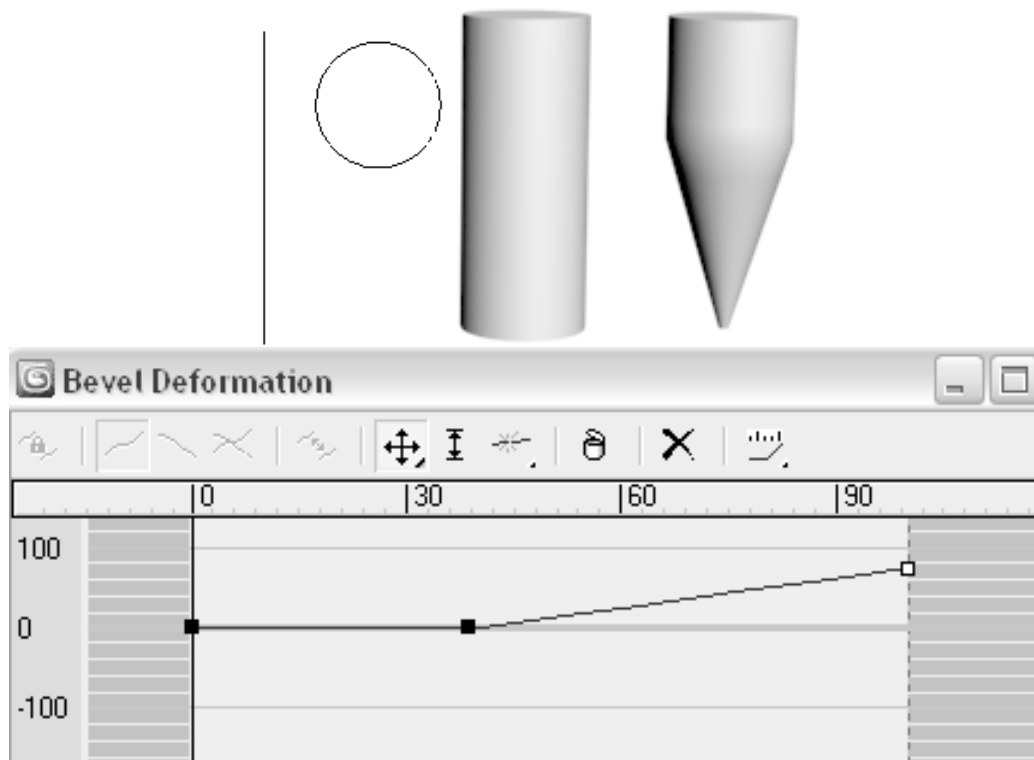

Рис. 7.3.5. Деформация скоса (Bevel)
**Деформация скоса (Bevel)** как и деформация масштаба вызывает изменение размеров сечений по мере продвижения вдоль линии пути (рис.7.3.5). Однако, в отличие от деформации масштаба, деформация скоса оказывает противоположное действие на внешние и внутренние контуры форм-сечений, имеющих отверстия: если внешний контур уменьшается, то внутренний увеличивается, и наоборот. Блокировка параметров **Make Symmetrical** (Симметрично по X и Y) и **Display X / Y / XY Axis** (Показать деформации по X / Y / XY) необходима, т. к. эта деформация по определению применяется симметрично по отношению к обеим осям деформации. Данный тип деформации очень чувствителен к величине скоса: чрезмерно большие значения этого параметра ведут к искажению формы объекта.